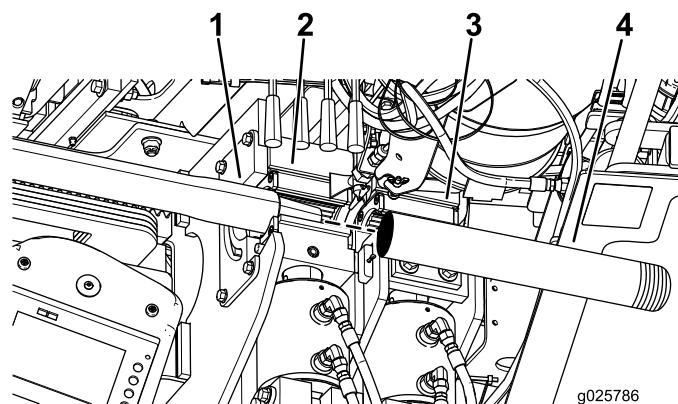

Figure 51
4. Ramenez la tige et la barre avant dans le guide-tige et dans les clés, en alignant le joint supérieur épais de la barre sur la clé supérieure (Figure 51).